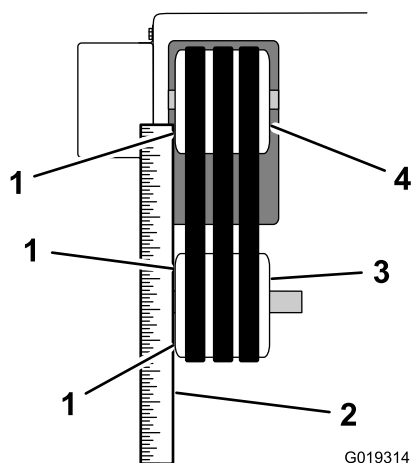

Figure 55
4. Placez une règle droite en travers de la face de la poulie d'arbre d'entraînement et de la poulie d'arbre de lame. Les deux poulies doivent être alignées et de niveau avec la règle droite (Figure 55).
- C. Avec une massette, tapez la poulie vers la gauche ou la droite le long de l'arbre d'entraînement jusqu'à ce que la poulie d'arbre d'entraînement et la poulie d'arbre de lame soient alignées sur la règle droite (Figure 55).